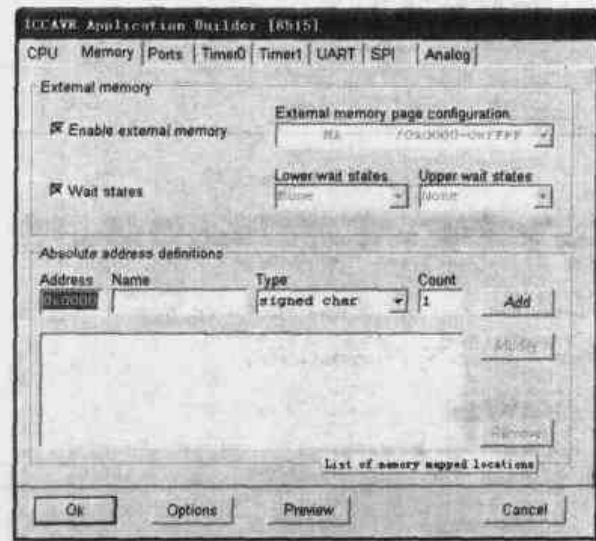

图 3.30 Memory 选项
Memory 选项：如图 3.30 所示，可以设定是否使用扩展 SRAM，是否插入等待周期等内存信息。
2. Memory 选项：选中“Enable external memory”和“Wait states”前的复选框，如图 3.30 所示。